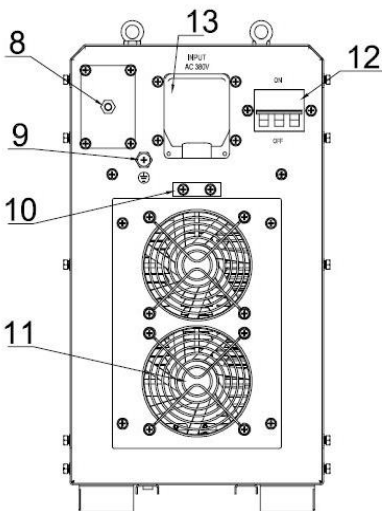
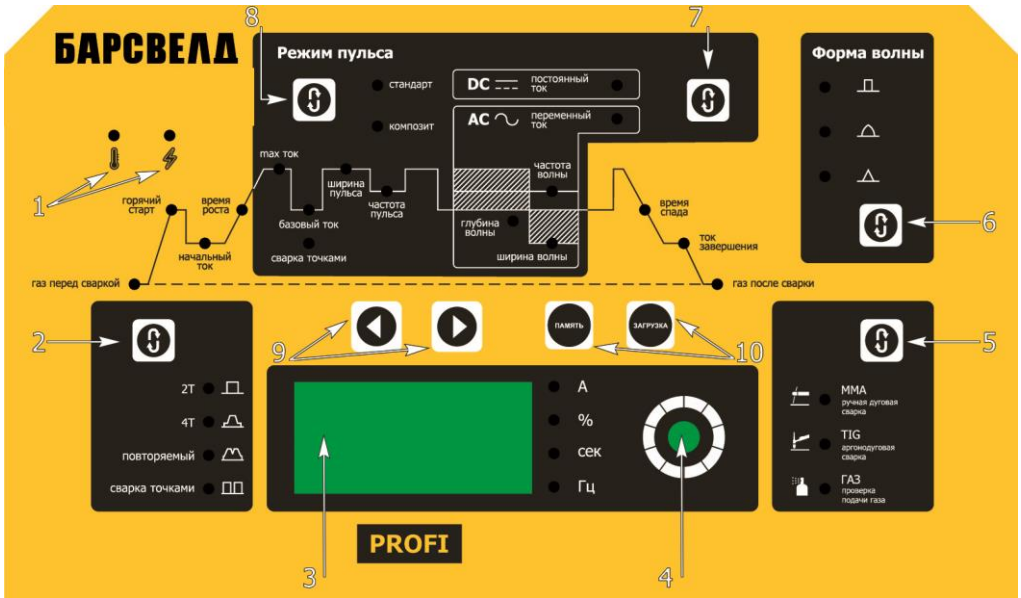

Рис.2. Задняя панель
Рис.3. Панель управления
1. Нажмите кнопку «ЗАГРУЗКА» (Рис.3, п.7) для выбора номера программы. Для перехода к следующей программе или другой нажмите на кнопку «ЗАГРУЗКА» повторно.
1. Выберите номер программы для выбранного параметра при помощи кнопки «ЗАГРУЗКА» (Рис. 3, п. 10).
2. Установите необходимые величины параметров при помощи ручки выставления параметров (Рис. 3, п. 4). Переход к выбранному параметру осуществляется при помощи кнопок выбора параметра (Рис. 3, п. 9).
3. Сохраните выбранный номер программы для выбранного и установленного параметра в памяти, нажав кнопку «ПАМЯТЬ» (Рис. 3, п. 10). Дисплей замигает, указывая на сохранение номера программы в памяти сварочного аппарата (Рис. 3, п. 3).
Для подключения аппарата к сети, необходимо использовать сетевой кабель. Его необходимо подключить с требуемыми параметрами и проверить соединение, т.к. окисления могут привести к серьезным последствиям и даже поломке. Другой конец сетевого кабеля подключите к соответствующему разъему на задней панели аппарата (Рис.2, п.13). Заметьте, что аппарат серии **TIG DP AC/DC необходимо** подсоединить к **трехфазной** питающей сети с напряжением **380 В**. Затем проверьте с помощью мультиметра, чтобы технические данные на задней панели аппарата соответствовали напряжению и частоте питающей сети.
Снабжение газом: подсоедините газовый шланг к медному штуцеру (Рис. 2, п. 8). Система газоснабжения, состоящая из газового баллона, редуктора и газового шланга, должна иметь плотные соединения, чтобы обеспечить надежную подачу газа, что является чрезвычайно важным для осуществления TIG сварки.
Проверка газа: нажмите на кнопку проверки газа для проверки работы клапанов, клапаны исправны при поступлении газа (Рис. 3, п. 5).
Заземлите аппарат для предотвращения возникновения статического электричества и утечки токов (Рис.2, п.9).
После выполнения действий, указанных выше, переведите тумблер в положение «Вкл» (Рис. 2, п. 12), аппарат начнет свою работу с включения амперметра и работы вентилятора. С помощью переключателя «AC/DC» выберите режим AC или DC (Рис. 3, п. 7).
С помощью переключателя режимов выберите режим TIG (Рис. 3, п. 5).
После выполнения всех необходимых работ выключите аппарат посредством перевода тумблера выключателя электросети в положение «Выкл» (Рис. 2, п. 12). Проверьте, ничего ли не тлеет вокруг, так как пожар может начаться не сразу, а через некоторое время.
После выполнения действий, указанных выше, переведите тумблер в положение «Вкл» (Рис. 2, п. 12), аппарат начнет свою работу с включения амперметра и работы вентилятора.
С помощью переключателя режимов выберите режим ММА (Рис. 3, п. 5).
После выполнения всех необходимых работ выключите аппарат посредством перевода тумблера в положение «Выкл» (Рис. 2, п. 12). Проверьте, ничего ли не тлеет вокруг, так как пожар может начаться не сразу, а через некоторое время.